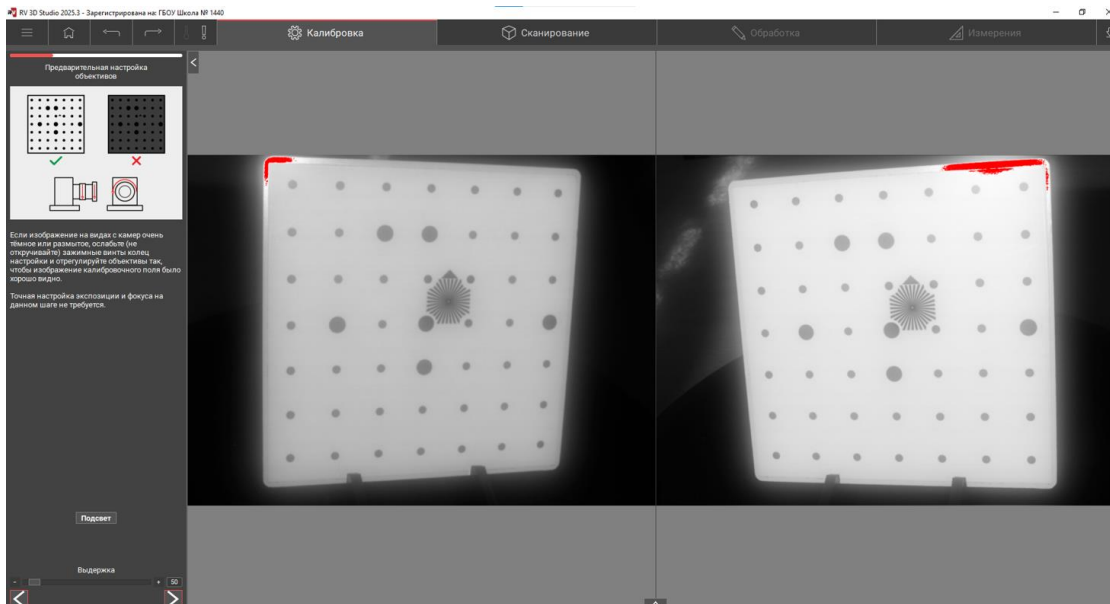

Рис. 7. Установка калибровочного поля, относительно сканера
- разместите калибровочную пластину на рабочей поверхности поворотного стола согласно инструкции (Рис. 7);